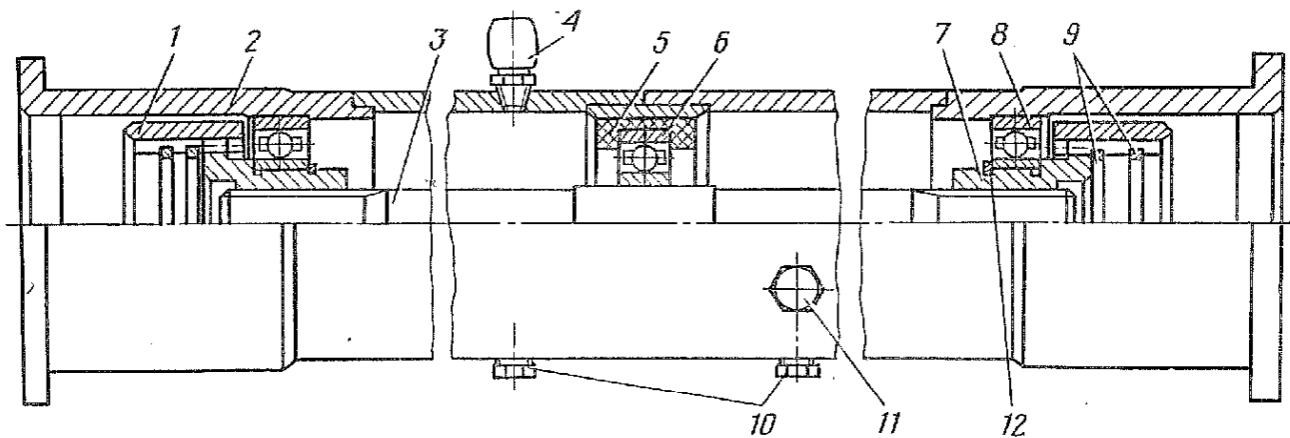

Рис. 154. Приводной вал в сборе:
1.1. Вывернуть из кожуха 2 (рис. 154) приводного вала пробки 10, 11 и сапун 4. Вынуть из кожуха компенсационные муфты 1 (ключ 12).
1.7. Снять с зубчатых хвостовиков 7 (рис. 154) стопорные кольца 12 и подшипники 8 (щипцы для стопорных колец).
3.1. Установить на зубчатые хвостовики 7 (рис. 154) подшипники 8 и стопорные кольца 12 (шипцы для стопорных колец).
3.3. Установить на средний подшипник 6 (рис. 154) резиновую подушку 5.
Между торцом резиновой подушки 5 (рис. 154) и торцом кожуха 2 должно быть расстояние  $528 \text{ mm} \pm 1,0 \text{ mm}$ .
3.7. Ввернуть в кожух приводного вала пробки 10 (рис. 154), 11 и сапун 4 (ключ 12).